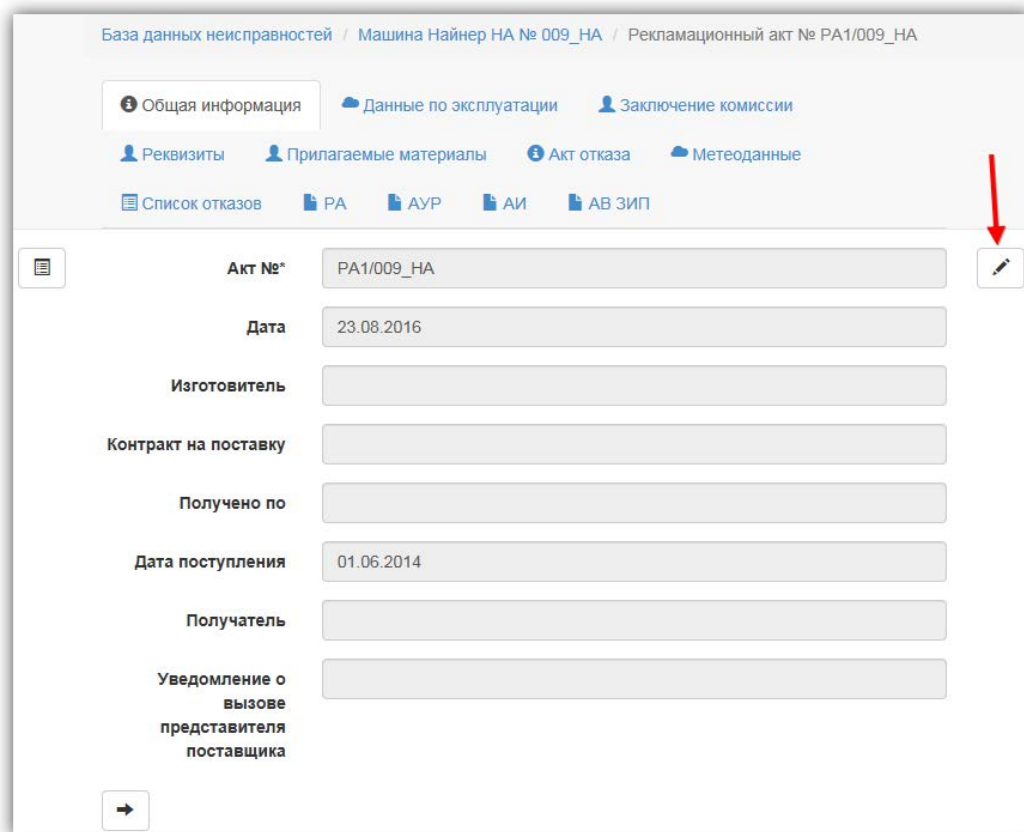

Рис. 10-19 – Откройте на редактирование существующий рекламационный акт
3) Если рекламационный акт уже создан и необходимо внести в него изменения, нажмите кнопку «Редактировать» на любой вкладке открывшейся страницы. Рекламационный акт и связанный с ним акт отказа откроются на редактирование (рис. 10-19).